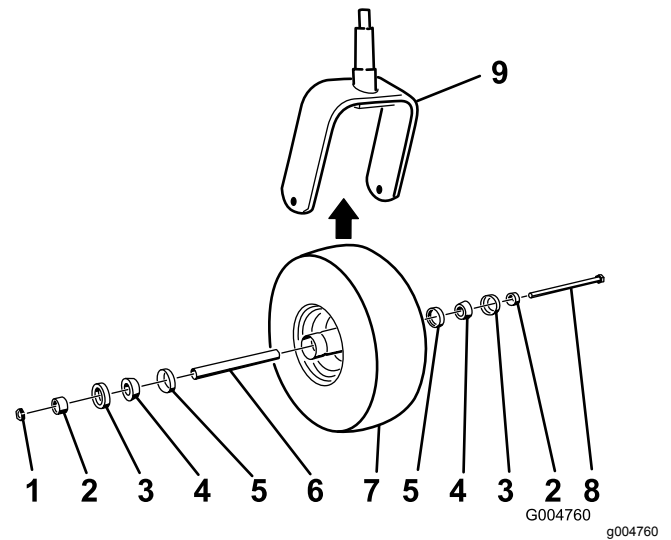

Figura 41
2. Rimuovete il dado di bloccaggio dal bullone (Figura 41).
5. Montate la ruota orientabile premendo i cuscinetti conici e gli schermi, lubrificati con grasso, nel mozzo della ruota, posizionata come illustrato nella Figura 41.